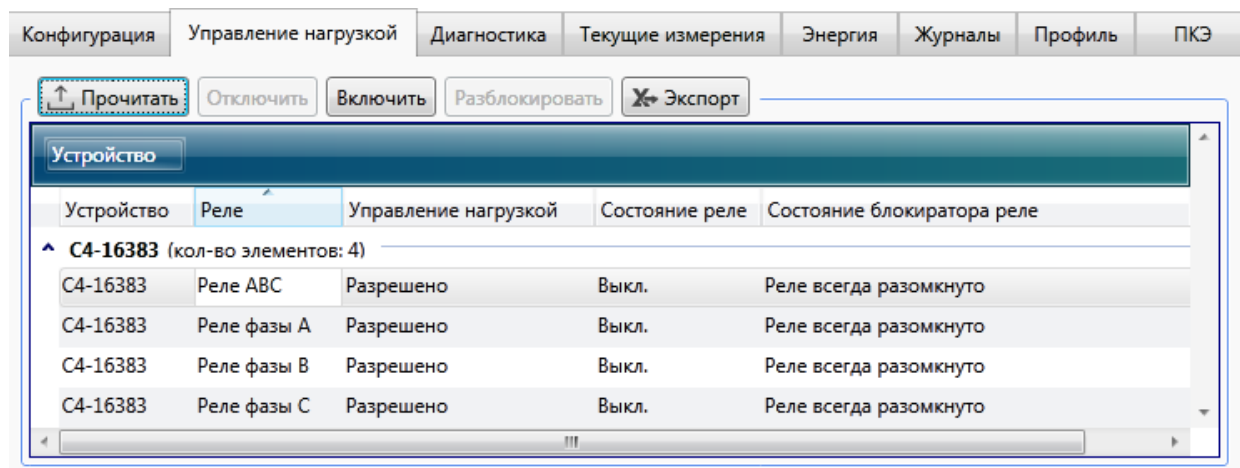

Рисунок 9.60 – Реле заблокировано в разомкнутом состоянии
- реле всегда разомкнуто, в случае если реле было разомкнуто (рисунок 9.60);